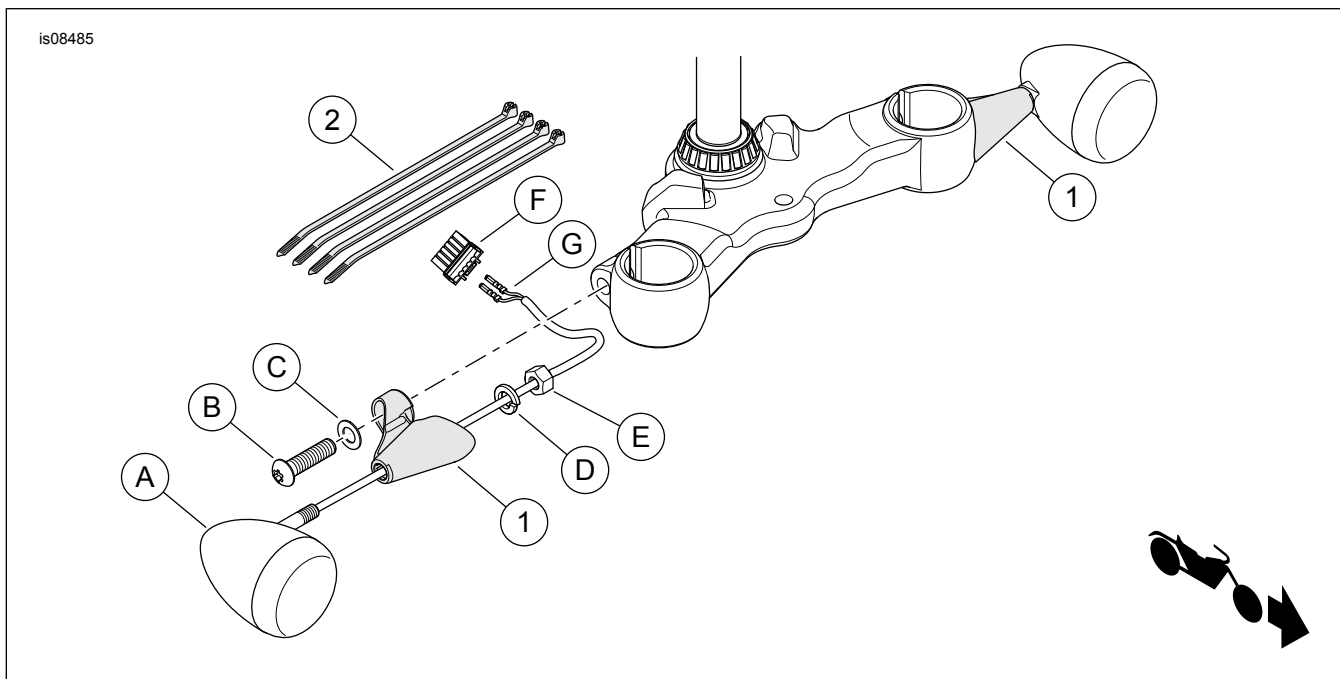

Figura 1. Piezas de servicio: Kit de reubicación de las señales de giro delanteras – XL1200X
Vea la Figura 1 y la Tabla 1.
3. Vea Figura 1. Extraiga la caja del conector (F) del arnés del conjunto de la señal de giro. Tome nota de las ubicaciones de los terminales (G). Vea el Manual de servicio.
4. Extraiga el conjunto de la señal de giro delantera derecha de su ubicación de equipo original (OE). Vea el Manual de servicio. Conserve todos los elementos de sujeción de montaje. Tome nota de la ubicación del arnés de la señal de giro.
5. Extraiga la tuerca (E), la arandela (D), y el conjunto de la señal de giro (A) del soporte de la señal de giro de equipo original (OE).
8. Vea Figura 1. Coloque los terminales (G) del conjunto de la señal de giro y el cableado a través del soporte de la señal de giro (1).
9. Instale el conjunto de la señal de giro en el soporte de la señal de giro. Asegure con la arandela de seguridad (D) y la tuerca (E). Apriete a 16,3–21,7 N·m (12–16 ft-lbs).
12. Coloque el cableado de la señal de giro para cada señal de giro llevándolo al arnés principal según lo anotado anteriormente. Asegure el cableado con correas de cables (2).
13. Instale los terminales del cable de la señal de giro (G) en la caja del conector anteriormente extraída según lo anotado. Vea el Manual de servicio.